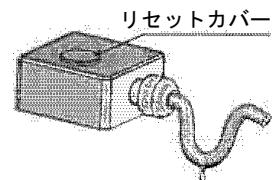

図7 端子箱
- (2) 端子箱電源挿入口の電源電線配線は、雨水等が端子箱内部に染み入らない様に施工してください。例えば図7の様にU字に垂らし、雨水等が電源電線を伝って流れてきた場合に下方に垂れる様にしてください。また、雨水等が入らないように、リセットカバーを端子箱の蓋から外さないでください。